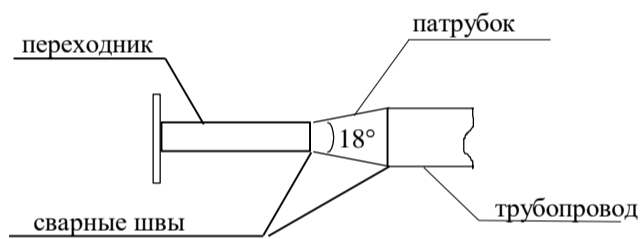

Рисунок 2
- внутренний диаметр трубопровода в месте разрыва должен быть равен Ду ППР-7 с отклонением не более  $\pm 2\%$ ; если отклонение диаметра более  $\pm 2\%$ , то между переходниками и трубопроводом следует приварить, выполняя требования к соосности, конические патрубки конусностью не более  $18^\circ$  (см. рисунок 2); допускается использовать вместо конических патрубков концентрические переходы по ГОСТ 17378-2001;